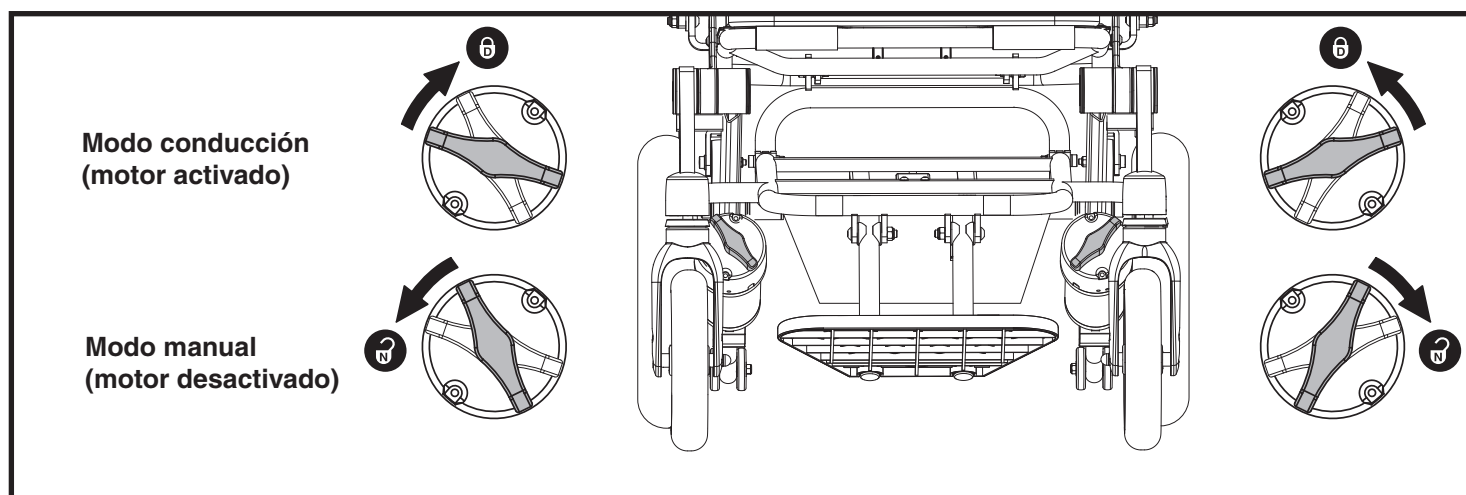

Figura 3. Palancas duales de modo manual
1. Localice las palancas en la parte posterior de la base eléctrica. **Ver la figura 3.**
2. Rote las palancas manuales de rueda libre hacia fuera para desactivar los motores (modo rueda libre). **Ver la figura 3.**
3. Rote las palancas manuales de rueda libre hacia dentro para activar los motores (modo conducción). **Ver la figura 3.**